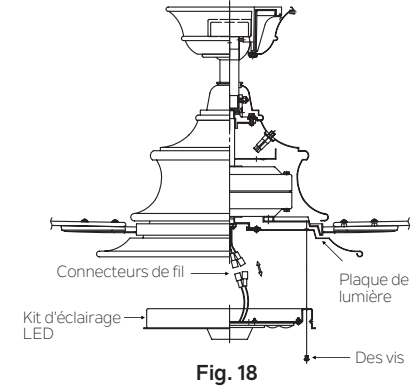

Fig. 18
Tenez le kit d'éclairage LED près de la plaque d'éclairage et connectez les fils blancs de la plaque de la prise et du ventilateur en poussant les connecteurs ensemble. Suivez la même procédure avec les connecteurs de fil noir. (Fig. 18)
Étape 2. Rentrez soigneusement les connexions dans la plaque lumineuse. Placez les trous de clé du kit d'éclairage LED sur les 2 vis précédemment desserrées de la plaque d'éclairage, tournez le kit d'éclairage jusqu'à ce qu'il se verrouille en place dans la section étroite des trous de clé. Fixez en serrant les trois vis. (Fig. 18)